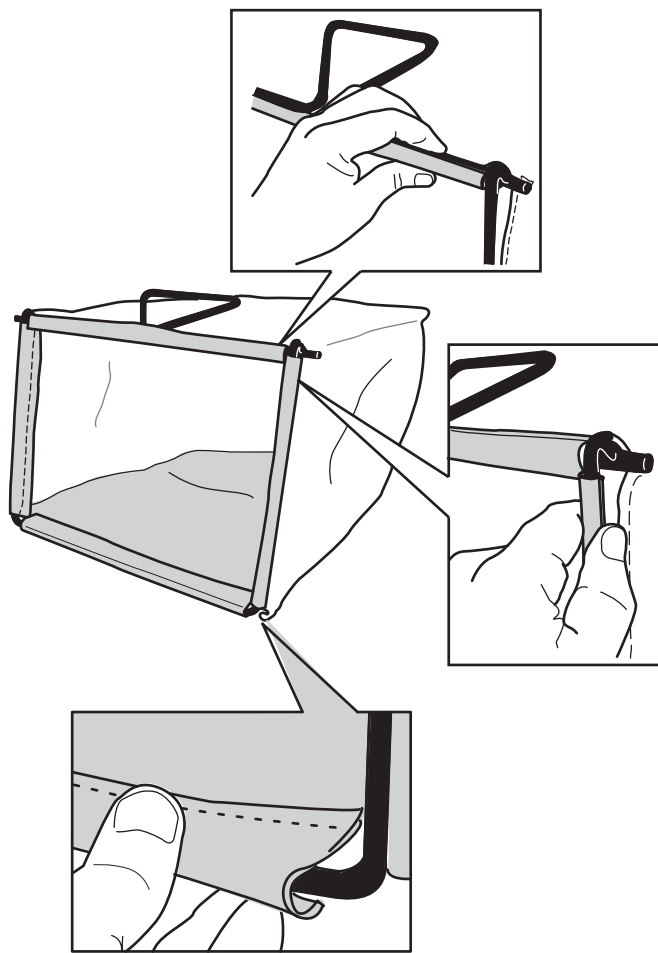

Figure 6
2. Accrochez la glissière inférieure du bac au bas de l'armature (Figure 6).
3. Accrochez la glissière supérieure et les glissières latérales du bac au sommet et sur les côtés de l'armature respectivement (Figure 6).